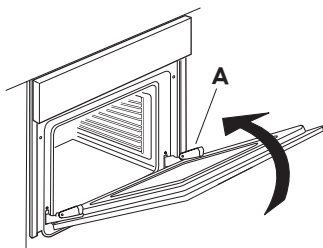

Рис. 2
3. Закройте дверцу до упора (А), поднимите (В) и поверните (С) ее так, чтобы снять (D) (Рис. 2, 3, 4).